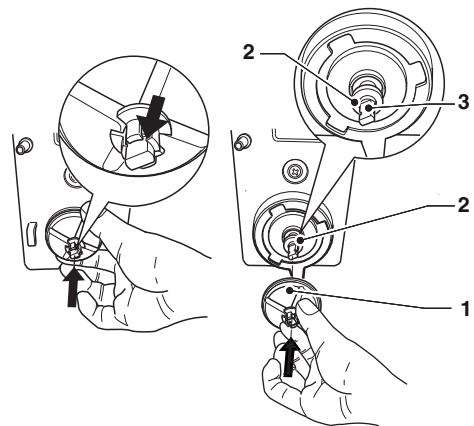

Abb. 28
- Zur Herausnahme der Gebläse genügt ein leichtes Ziehen (Abb. 28);
Setzt man das Gebläse vollständig ein, nimmt die Dichtung ihre richtige Stellung ein (siehe Abb. 28).